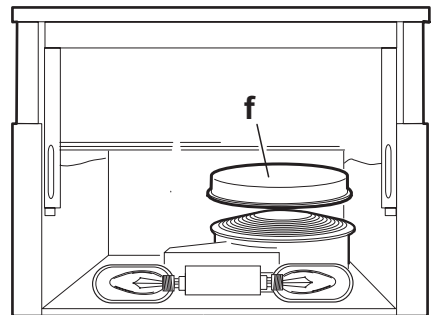

Fig. 3
4. Si le filtre au charbon (f - fig. 3) est déjà monté et doit être remplacé, tournez-le dans le sens contraire des aiguilles d'une montre et enlevez-le en le tirant vers le bas.
5. Si le filtre au charbon (f - fig. 3) n'est pas monté, appliquez-le par-dessus la grille qui protège le moteur et tournez-le dans le sens des aiguilles d'une montre jusqu'à ce qu'il soit bloqué.